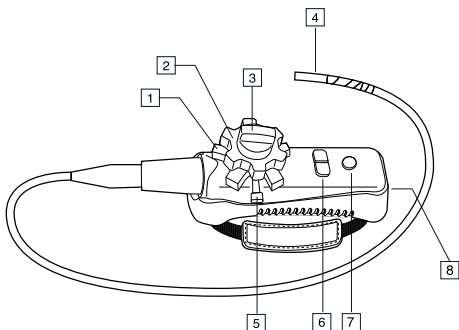
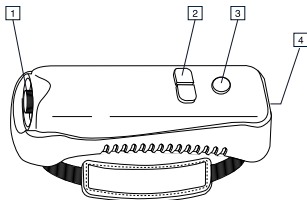

图 4.4 咬合探头
图 4.5 无线传输器
1. 在无线模式下，请使用咬合探头上的灯光亮度按钮（请参阅图 4.4 咬合探头，页面 9）或无线传输器（请参阅图 4.5 无线传输器，页面 10）来提高/降低灯光亮度。
转动咬合旋钮可调整摄像头。咬合旋钮的张力可通过转动相应的张力旋钮来调整。请参阅图 4.4 咬合探头，页面 9。
注意 探头处于盘绕配置时，请勿操作咬合旋钮 (请参阅图 4.4 咬合探头，页面 9) ，否则可能会损坏咬合控件。